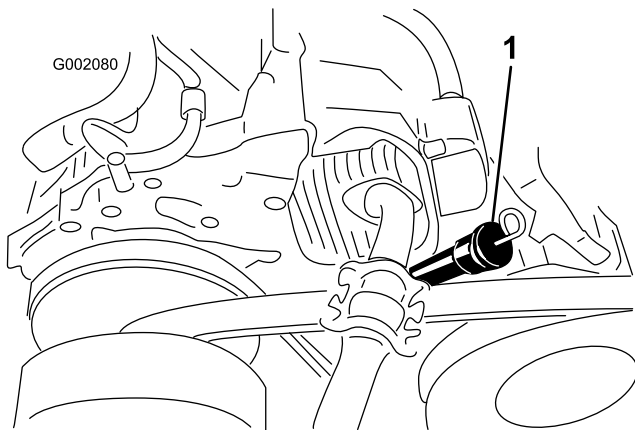

Рисунок 39
8. Очистите поверхность вокруг масломерного щупа и заливной горловины и выньте щуп (Рисунок 39).
9. Залейте масло указанного типа в заливную горловину, пока его уровень не достигнет отметки Full (Полный) на щупе (Рисунок 39).
10. Вставьте масломерный щуп в заливную горловину; затем извлеките его и проверьте уровень масла (Рисунок 39).
11. Вставьте измерительный щуп в заливную горловину до упора (Рисунок 39).